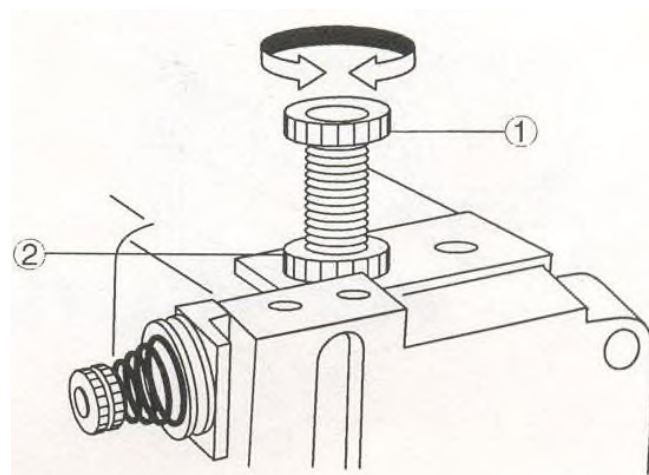

Рис. 12
15. Регулировка давления прижимной лапки (Рис. 12)